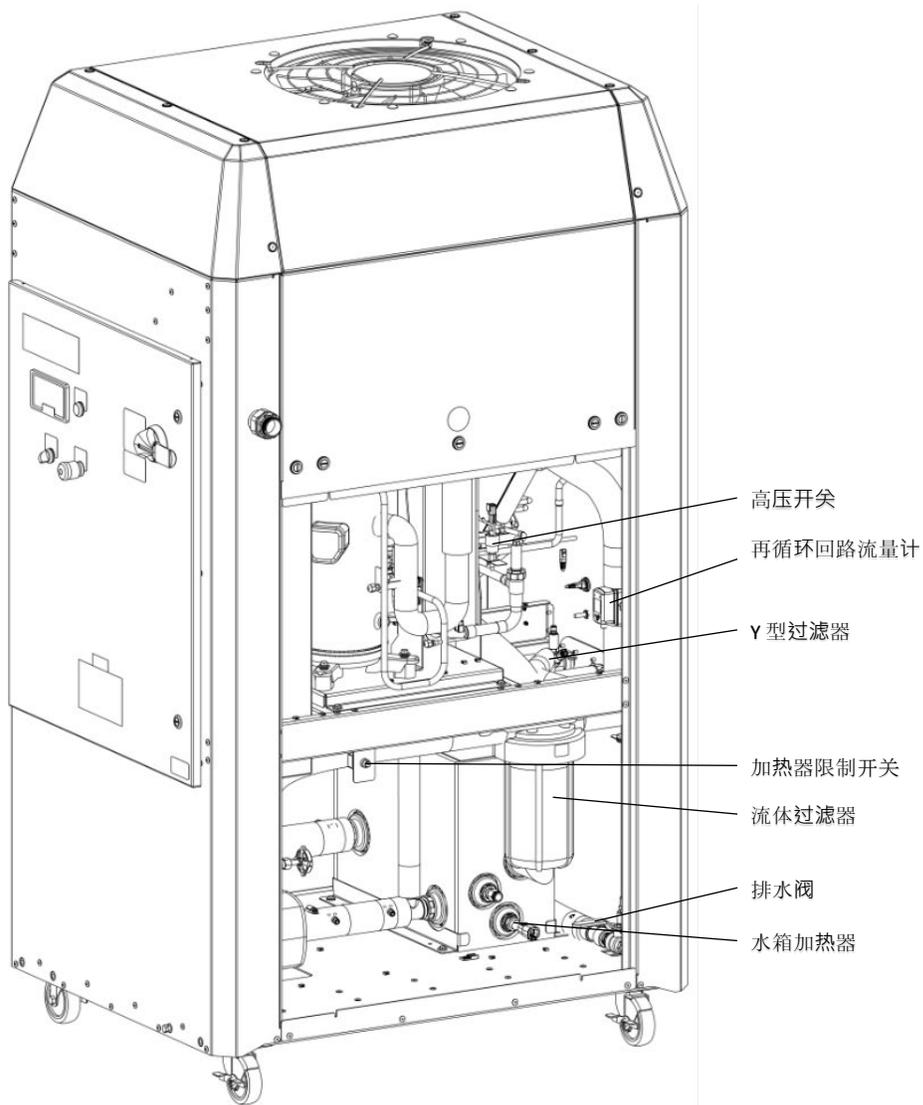
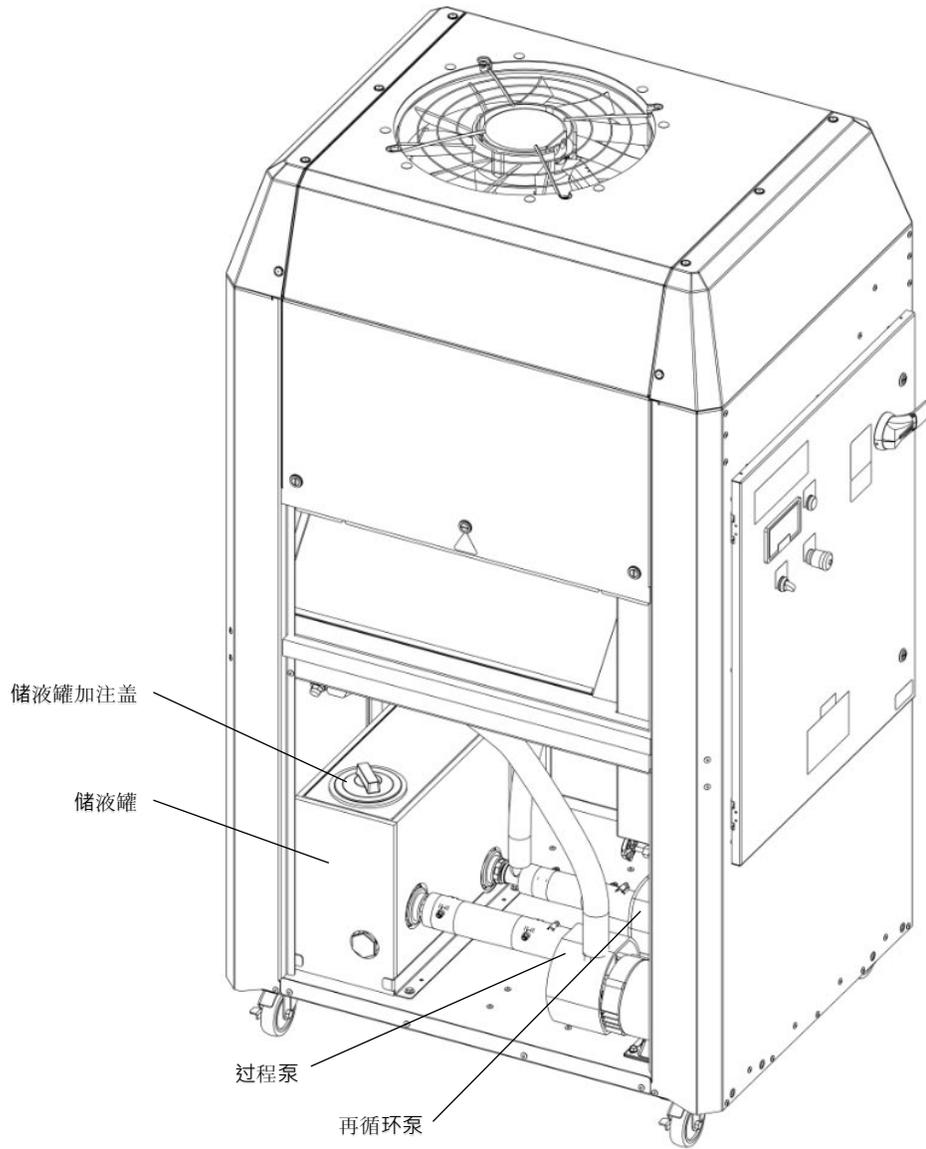

图41 : 冷水机内部组件 (空气过滤器/进气侧)
图 42 : 冷水机内部组件 (面板侧)
3. 图 41）。
冷凝器盘管和进气过滤器上积聚的过量灰尘、油和/或其他碎屑将导致空气流速降低而影响散热，从而引起冷却能力下降。确保冷凝器盘管的散热片清洁无损。使用压力不超过 30psi (2.0bar) 的压缩空气，以与正常气流方向相反的方向朝冷凝器盘管和进气过滤器吹气。对于冷凝器盘管，清洁空气应进入排出侧并从进气侧排出（请参见图 41 和图 42）。进气过滤器显示了清洁和安装的方向。如果无法清洁空气过滤器，则必须加以更换。如有需要，请联系工厂以获取替换零件。
检查微粒过滤器以确定是否需要更换。有关位置，请参见图 41。可以使用随附的过滤器扳手（装运时通常存放在电气外壳的内侧门袋中）拆卸和重新安装微粒过滤器的滤槽。检查或更换后，使用过滤器扳手正确安全地重新安装过滤器和滤槽，以免发生泄漏。如有需要，请联系工厂以获取替换零件。
每周检查 Y 型过滤器以确定是否需要清洗或更换。有关位置，请参见图 41。拆卸 Y 型过滤器的塞子以露出过滤网。检查、清洁或更换后，重新安装过滤网并正确而牢固地插入，以免发生泄漏。如果过滤网无法清洁，则必须加以更换。如有需要，请联系工厂以获取替换零件。
通过检修盖查看储液罐中的冷却剂（请参见图 42）。如果冷却剂中存在碎屑，则微粒过滤器很可能堵塞（请参见第 2 条来检查并更换微粒过滤器）。如果藻类或细菌在储液罐中生长，则必须排空系统并更换冷却剂。有关此流程的建议，请与工厂联系。
3. 找到微粒过滤器，请参见图 41。